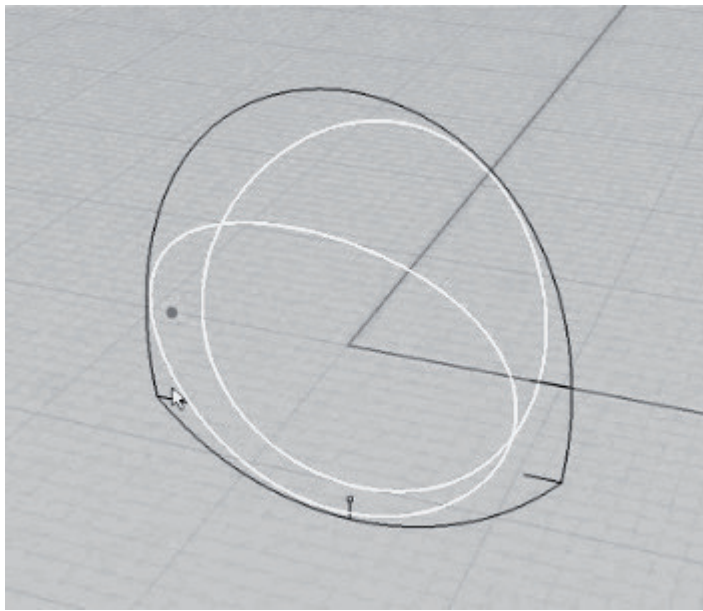

Рис. 74. Линии после удаления вспомогательных отрезков
9. Удаляем дугу из пункта 7. Прячем внутреннюю окружность. Отображаем зеркально круг, полученный в п. 8. Удаляем вспомогательные отрезки (рис. 74).